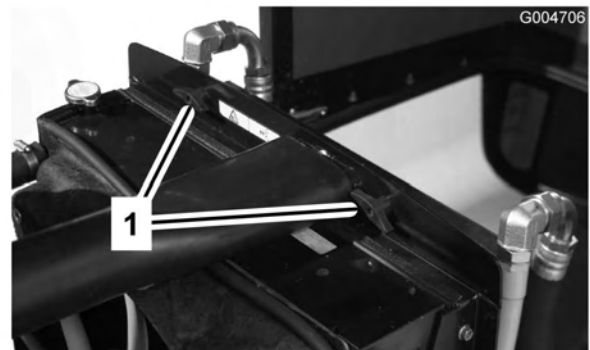

Bild 62
2. Entfernen Sie die Handräder (Bild 62), mit denen der Ölkühler am Rahmen befestigt ist.